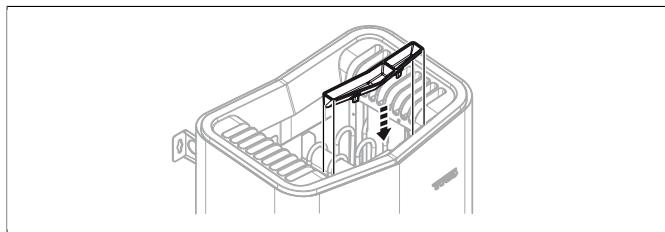

Рисунок 9: Установка подставка для фланкона с ароматизатором/увлажнителя воздуха
7. Установите чашу для трав/увлажнитель воздуха (см. **Рисунок 9**, страница 4).